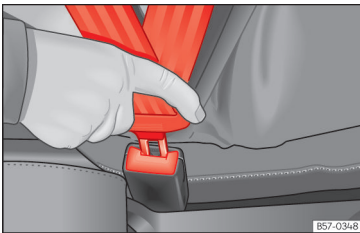

Abb. 21 Schlosszunge des Sicherheitsgurts in das Gurtschloss einstecken.
- Schlosszunge fest in das zum Sitzplatz gehörende Gurtschloss stecken »» **(Abb. 21)**.